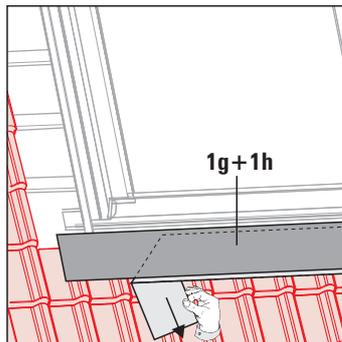

Fig. 3-60 Fase di lavoro 17
17. Rimuovere la pellicola protettiva inferiore delle strisce bituminose (fig. 3-60).